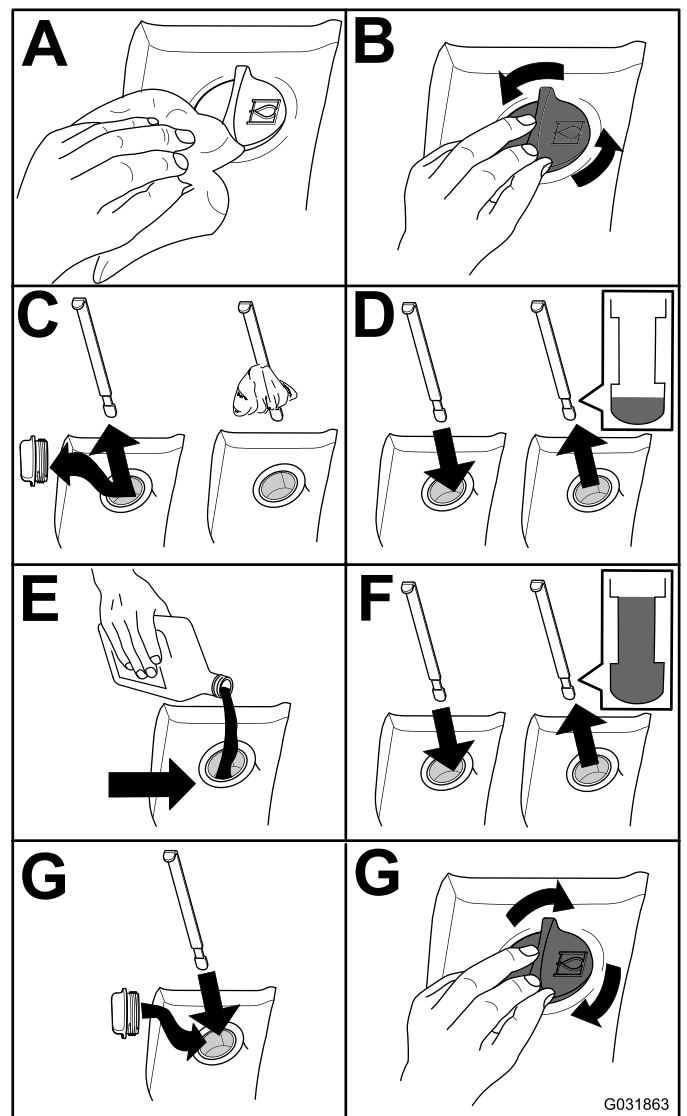

Figura 85
2. Compruebe el nivel de fluido hidráulico (Figura 85).